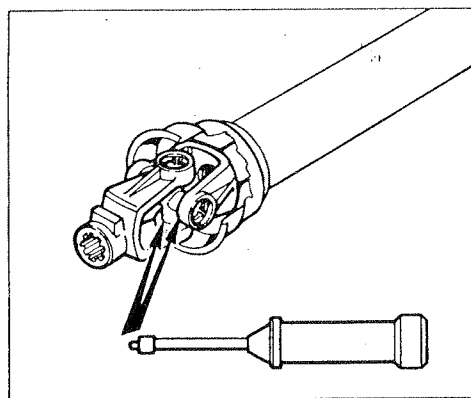

FIG.8
- ingrassare accuratamente l'albero di trasmissione, tra i tubi di scorrimento maschio e femmina e nelle crociere di testa dotate di appositi ingrassatori (FIG.8)
- accurately grease the shaft, between the telescoping tubes and the cross bearings provided with special grease zerk (FIG.8)